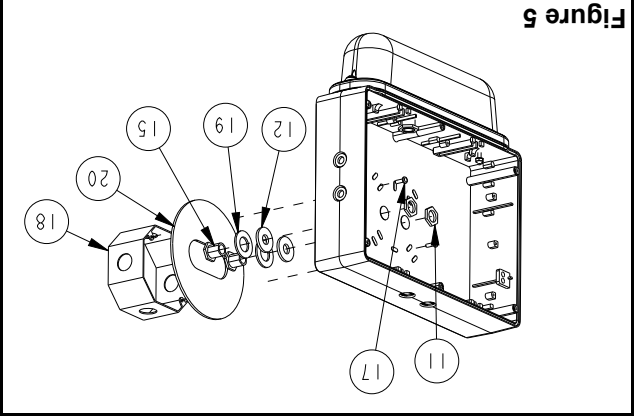

Figure 5
- a. Retirer la plaque arrière de l'emballage. Choisir les trous défonçables appropriés au montage à une boîte de jonction (voir figure 5).
- d. Assembler les pièces 11, 12, 15 et 19 à la plaque arrière, tel qu'illustré à la figure 5, puis installer la plaque arrière au cadre à l'aide des vis inviolables (utiliser l'embout de tournevis fourni).